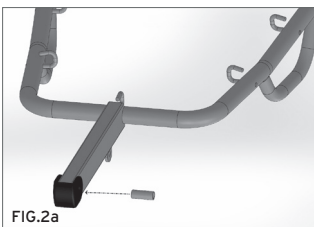

FIG.2a
3. Introduza a bucha no orifício do braço previsto para inserção na articulação da coluna (Fig.2a)